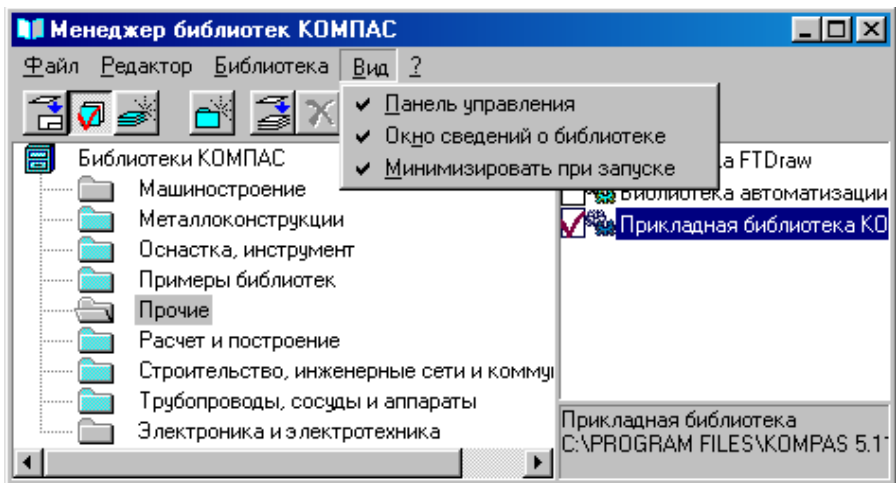

Рисунок 1.1 - Вікно Менеджера библиотек КОМПАС
Після виклику **Менеджера библиотек** на екрані з'являється його вікно (рис. 1.1)
- вибрати у меню **Сервіс** команду **Менеджер бібліотек**, після чого на екрані з'явиться його вікно (рис. 1.1);